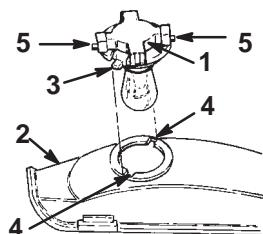

Bild 55
4. Drehen Sie die Birnenfassung um 1/4 Umdrehung entgegen dem Uhrzeigersinn und nehmen die Birne aus dem Reflektor (Bild 55).
2. Richten Sie die beiden Nasen an der Birnenfassung auf die Schlitzte im Reflektor aus und stecken die Birnenfassung in den Reflektor (Bild 55).